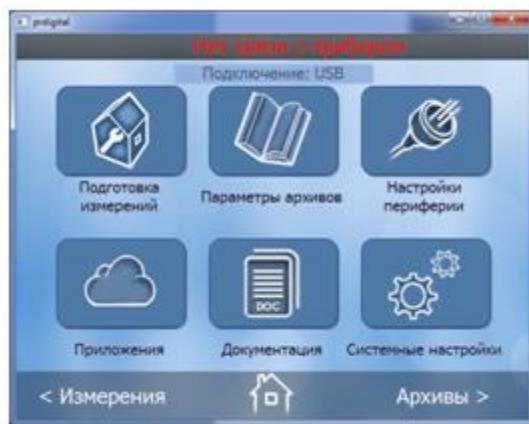

Рис.11. Индикация на ПК при отсутствии связи с расходомером.
3.4.8. В случае пропадания связи с ПК (обрыв кабеля, плохой контакт в разъеме), на мониторе ПК в строке состояния программы появляется плавающая надпись красным цветом «**Нет связи с прибором**» (рис.11).